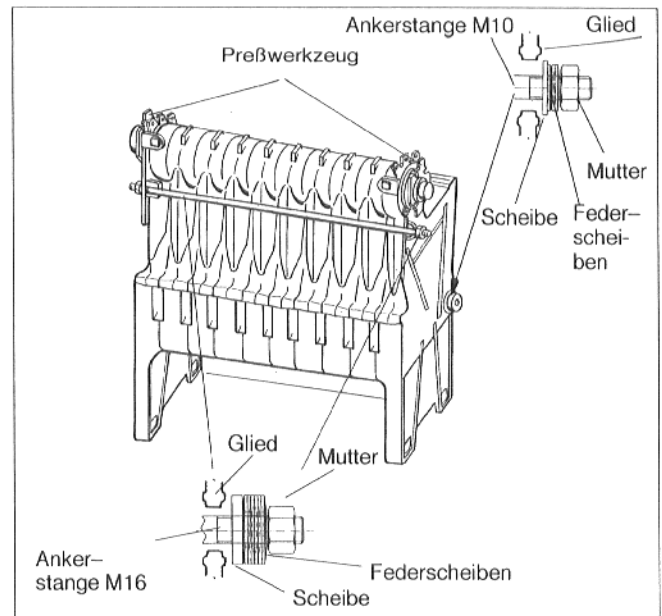

Abb.6
- Stoßen die Dichtleisten aufeinander, muß ein weiters gewaltsames Zusammenziehen **unbedingt unterbleiben** (Abb. 6).
- Die beiden Ankerstangen auf der Vorderseite oben (M 16), auf der Rückseite unten (M 10) einsetzen (Abb.6).